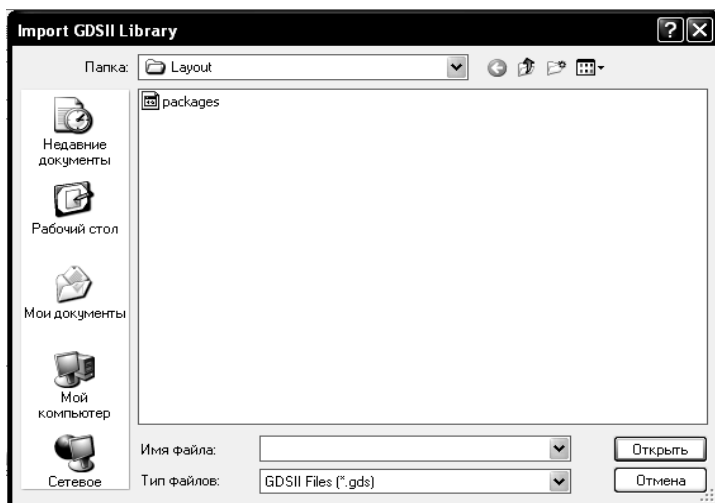

Рис. 4.3
1. Правой кнопкой мышки щёлкните по **Cell Libraries** (Библиотеки элементов) в менеджере топологии и выберите **Import GDSII Library** (Импортировать библиотеку GDSII). Откроется диалоговое окно **Import GDSII Library** (Рис. 4.3).